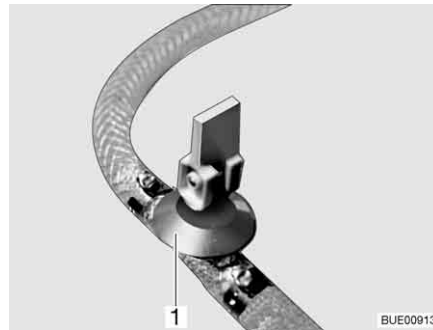

Bild 179 Avtappningskran
- Stäng avtappningskranen/avtappningskranarna. Ställ vipparmen (Bild 179,1) i vågrätt läge.
- Öppna avtappningskranen/avtappningskranarna (Bild 179). Ställ vipparmen (Bild 179,1) i lodrätt läge. Varmvattenberedaren töms utåt.